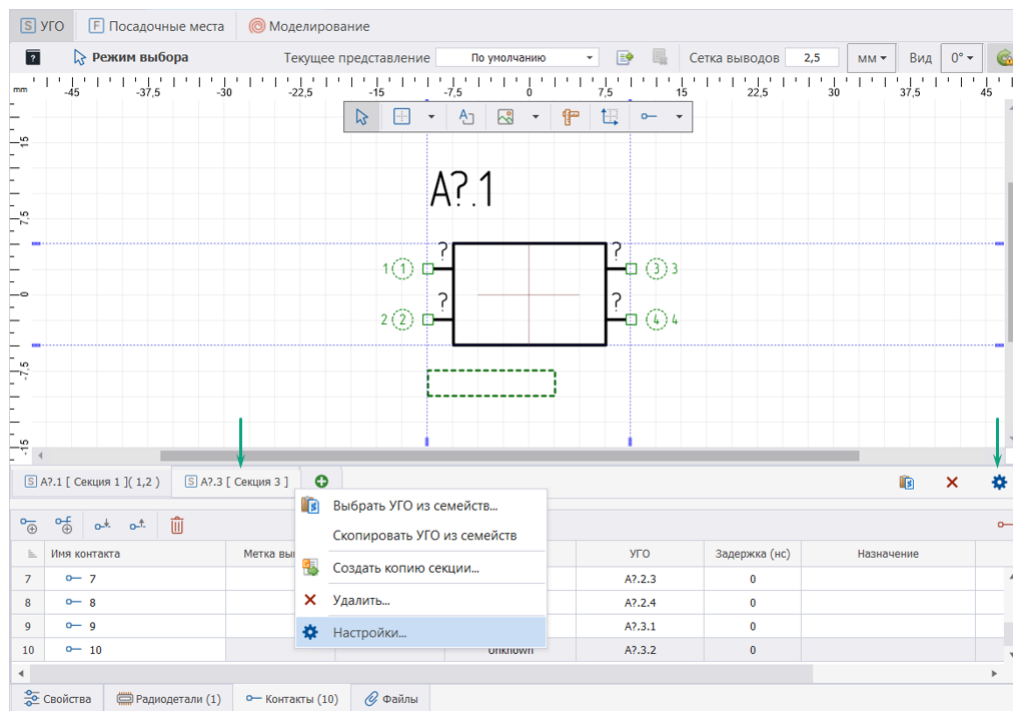

Рис. 214 Вызов настроек секций
1. Вызвать окно настроек из контекстного меню секции или с помощью кнопки , расположенной в правой части редактора, см. Рис. 214.